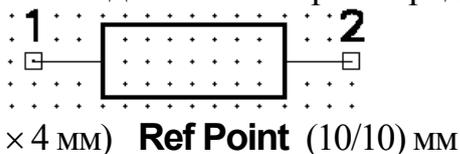
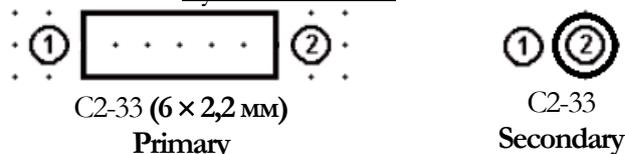

Рис. 27 (Сетка = 1,25 мм)
Рис. 28 (Сетка = 1 мм)
Один символ R (рис.27) размещается в корпусе C2-33 (рис.28) размером 6 x 2,2 мм.
2. Ввести имя 2-го варианта ПМ резистора (рис.28 справа), для чего после Pattern > Add Pattern Graphic установить поле Name = Secondary и нажать ADD и Close.